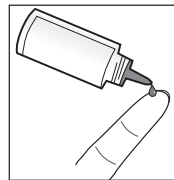

Figura 19
4. Vuelva a oprimir la botella para que salga una segunda gota sobre una superficie no absorbente limpia o sobre la yema de un dedo limpia. Consulte la figura 19.